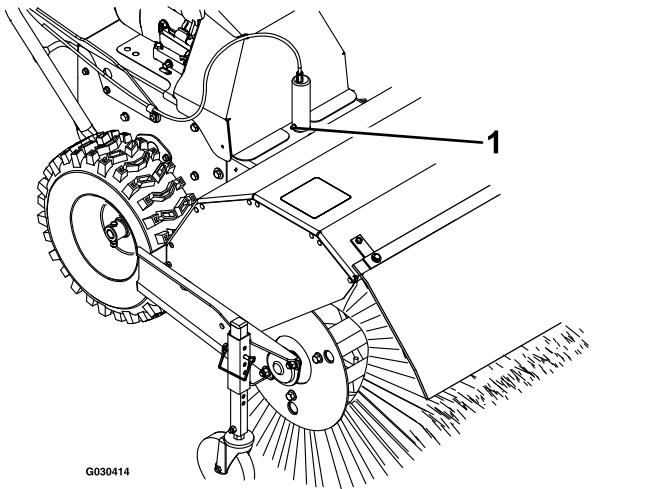

Figure 20
1. Lubrifiez le graisseur de la goupille de blocage d'angle du balai avec de la graisse au lithium n° 2 (Figure 20).